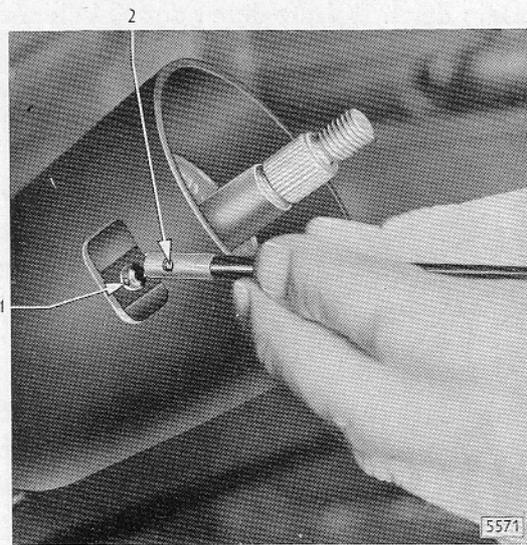

Bild B 13 - Signalschalthebel aus Schaltergehäuse herausgezogen
**Anmerkung:** Der Schalthebel wird durch eine Kugel (B 13/1) im Schalthebel-Lagerstück arretiert (Bild B 13).